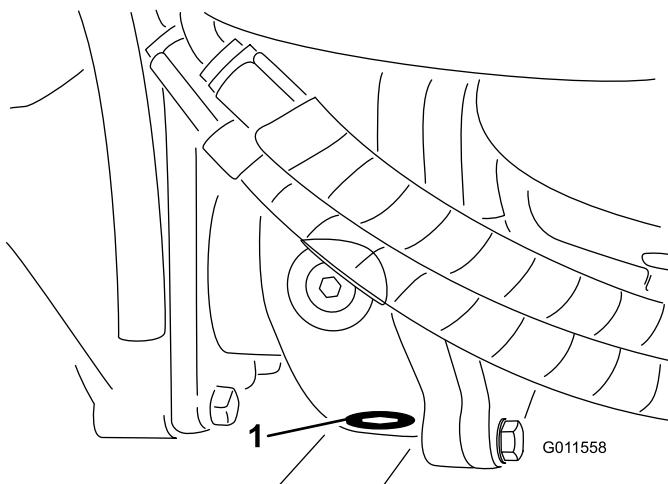

**Figura 62**
- Pulite attorno ai tre tappi di spurgo, uno per lato ed uno in centro (Figura 62).